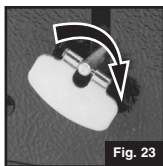

Fig. 23
- Apague el(los) QUEMADOR(ES) auxiliar(es) cerrando la(s) VÁLVULA(S) AUXILIAR(ES) (Fig. 23)